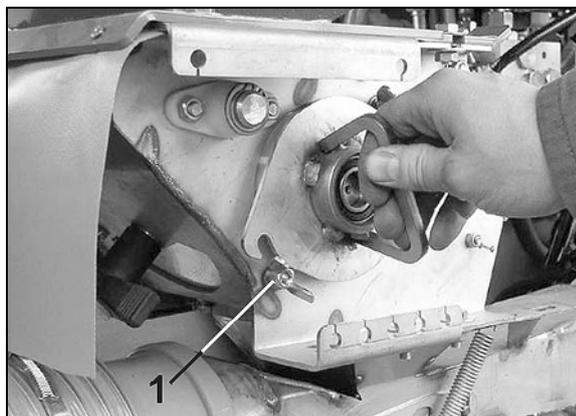

Fig. 91
3. Desserrez deux écrous à oreilles (Fig. 91/1), sans les dévisser.